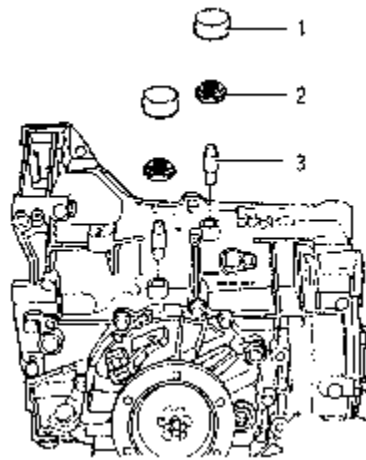

图 7-148 行星齿轮减速器/主减速器的拆卸和安装
(5) 拆卸和安装行星齿轮减速器/主减速器通气装置。用钳子拆卸行星齿轮减速器/主减速器通气管，用铜冲头敲入通气管，如图 7-148 所示。